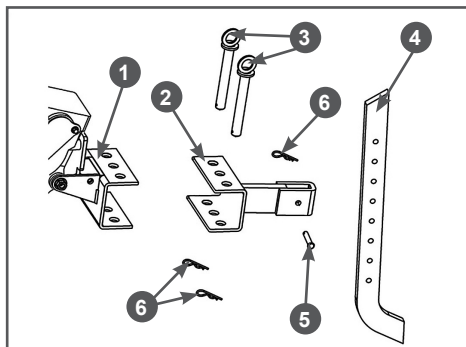

Рис. 11 Установка сошника
3. Установите в кронштейн 1 рамы моторного блока кронштейн 2 сошника (Рис. 11). Совместите отверстия в кронштейнах рамы и сошника и вставьте пальцы 3. Зафиксируйте пальцы 3 шплинтами 6 (Рис. 11).
4. Установите сошник 4 в кронштейн 2 сошника (Рис. 11). Вставьте сошник между пластинами кронштейна, совместите нужное отверстие в сошнике с отверстием в кронштейне и вставьте палец 5 крепления сошника (Рис. 11). Зафиксируйте палец шплинтом 6 (Рис. 11).